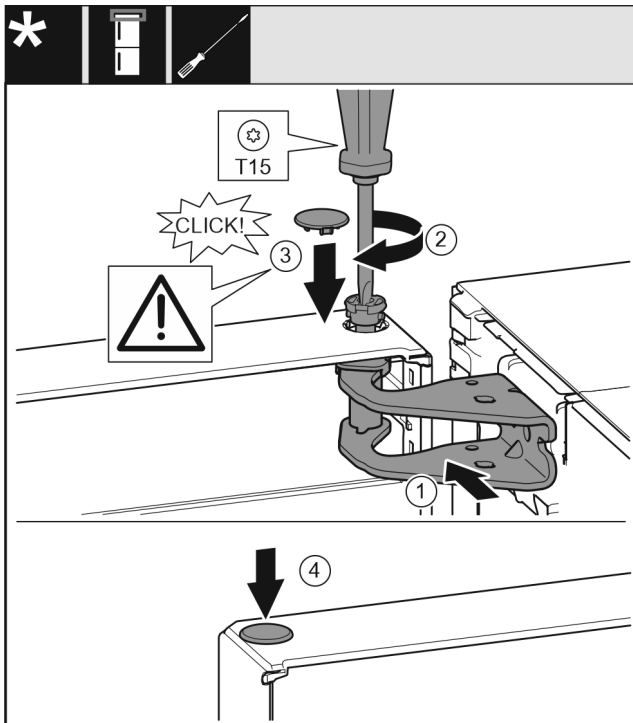

Fig. 19
- ▶ Poravnajte gornja vrata prema otvoru u podlošku ležaja. Fig. 19 (1)
- ▶ Umetnite svornjak i zavijte odvijačem T15. Fig. 19 (2)
- ▶ Montirajte sigurnosni pokrov radi osiguranja vrata: Umetnite sigurnosni pokrov i provjerite naliže li na vrata. U protivnom u potpunosti umetnite svornjake. Fig. 19 (3)
- ▶ Umetnite čep. Fig. 19 (4)